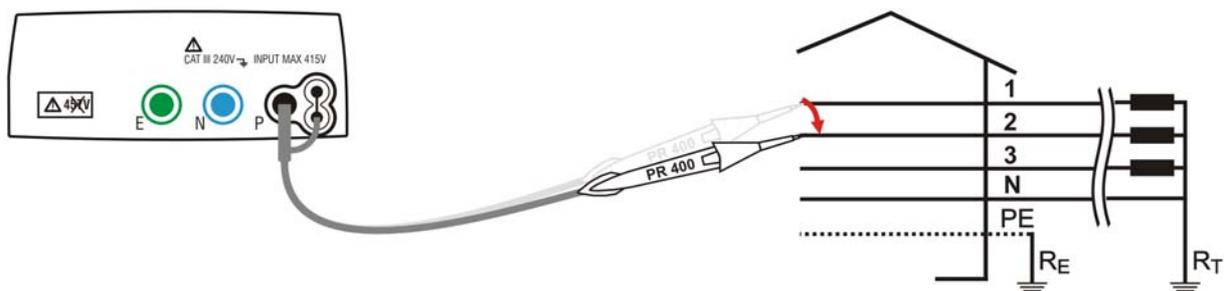

Fig. 24: Verifica del senso ciclico delle fasi ad un terminale, connessione fase 2
8. Connettere il coccodrillo od il puntale nero, oppure il puntale remoto alla seconda fase della rete elettrica in esame in accordo alle Fig. 24 e Fig. 25.